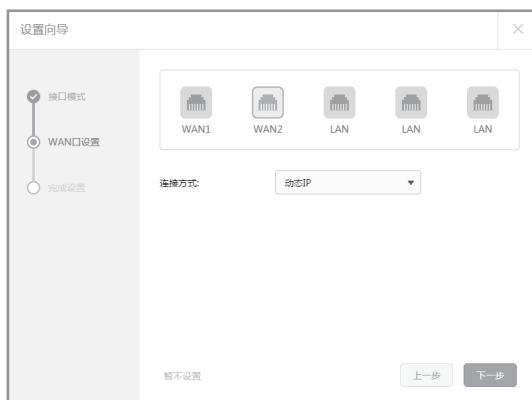

图4-4 上网方式--动态IP
2) 如果上网方式为动态IP，即可以自动从网络服务商处获取IP地址，不需要填写任何内容，如图4-4所示。